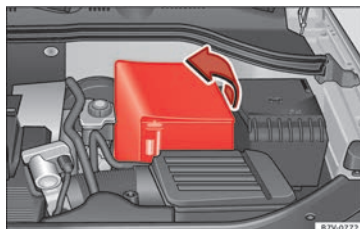

Fig. 249 Dans le compartiment moteur : dégagez le couvercle de la batterie du véhicule.
- *En présence d'un cache* : retirez le couvercle en le faisant glisser sur un côté » **fig. 249**.